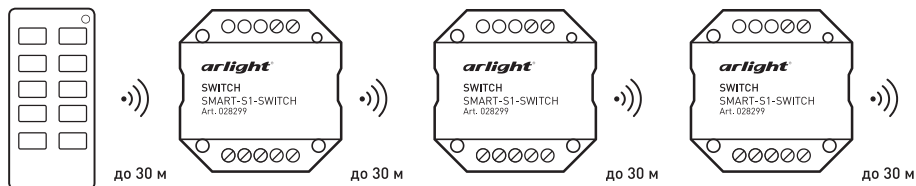

Рисунок 3. Ретрансляция сигнала от пульта ДУ
- 3.9. Все устройства автоматически ретранслируют сигнал от пульта ДУ или панели управления (рисунок 3). Расстояние между выключателями на открытом пространстве может достигать 30 м.